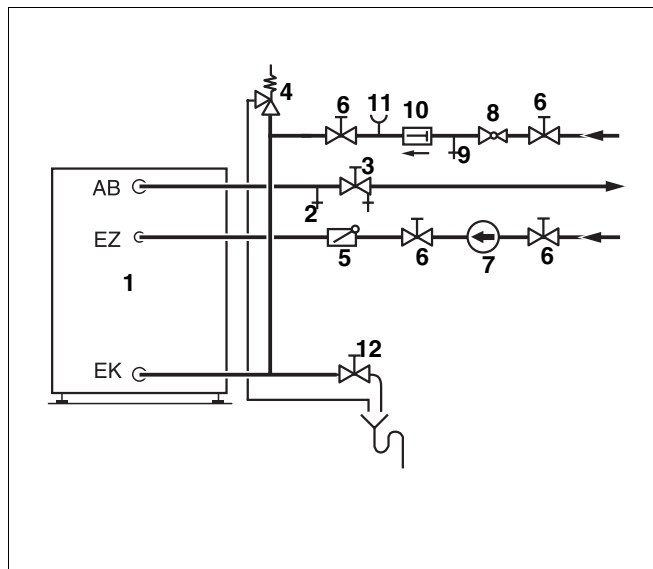

Рис. 3 Монтаж трубопроводов и арматуры
Монтаж трубопроводов и установку на них арматуры необходимо проводить в соответствии с рис. 3, учитывая существующие нормы и правила.
- Установить вентиль для продувки и спуска воздуха в трубопровод горячей воды перед запорным вентилем (рис. 3).